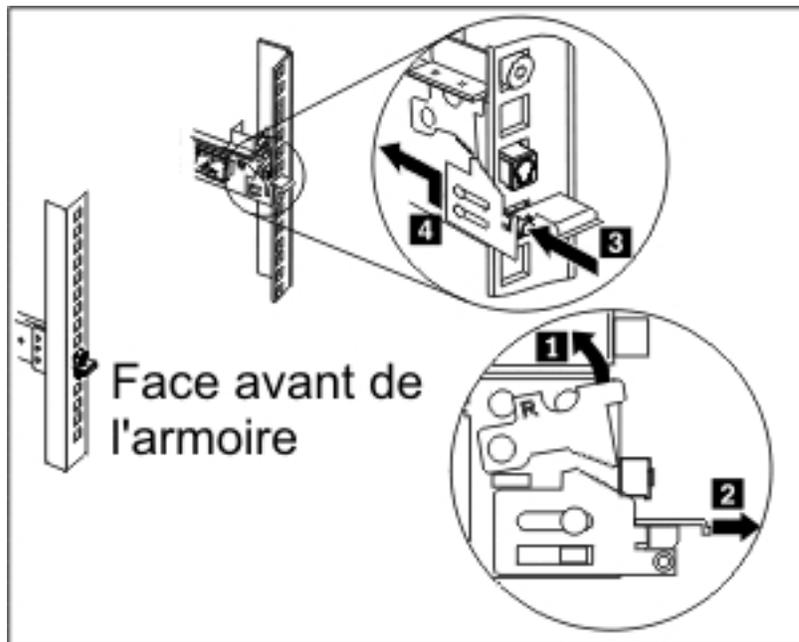

Figure 23. Retrait de l'arrière des glissières
4. Extrayez l'arrière des glissières, en procédant comme indiqué dans la figure 23, à la page 56.